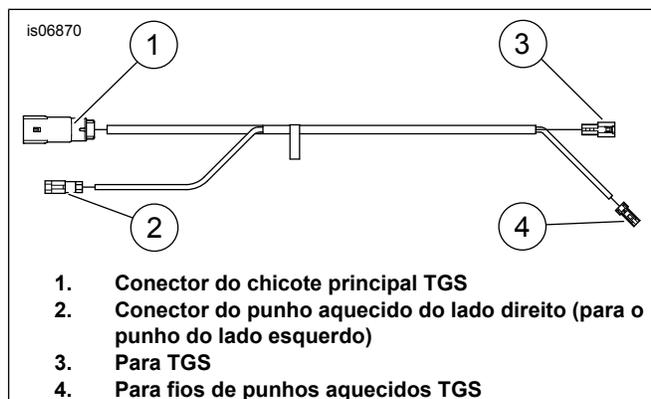

Figura 3. Chicote de fios jumper TGS
4. Ver Figura 3 . Fixar o **NOVO** chicote «jumper» TGS ao TGS.
- a. Ligar o conector (3) ao chicote TGS.
- b. Ligar o conector (4) ao conector de punho aquecido.